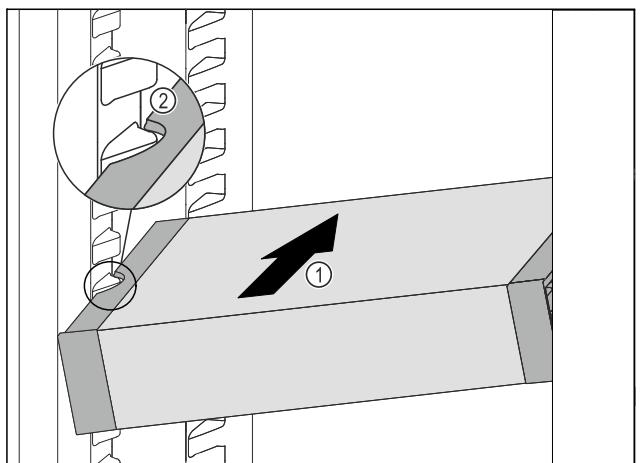

Fig. 137
- VarioSafe schräg in das Kühlteil einschieben Fig. 137 (1), bis sich die seitlichen Aussparungen Fig. 137 (2) des Variosafes auf Höhe der Behälterrippe im Kühlteil befinden.